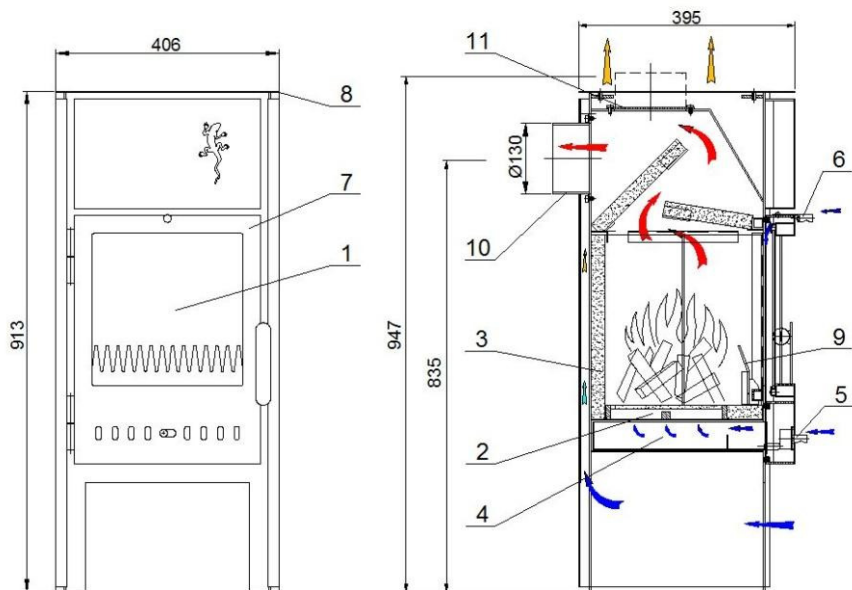

Рис. 1 Vienybė-08, 08N
В печке используется конструкция двойного корпуса, которая обеспечивает безопасное и удобное использование. Воздух втягивается в нижней части корпуса, поднимается вверх и нагревшись, выходит через проемы находящиеся вверху и по бокам. Корпус печки сварен из листового металла и окрашен термостойкой краской. Топка в печке выложена огнеупорной плиткой (вермикулит) 3 (см. рис. 1), которая улучшает горение. В дверцу печки 7 вмонтировано термостойкое стекло, которое позволяет видеть пламя. Первичная подача воздуха регулируется при помощи
Печка должна быть смонтирована таким образом, чтобы не были бы заблокированы заслонки регулирования подачи воздуха 5 и 6 (см. рис. 1).
- изъять подсоединение дымохода 10 (см. рис. 1), отвинтив крепежные болты;
Разжигание. Полностью откройте заслонки первичной и вторичной подачи воздуха 5 и 6(см. рис.1). На дно топки положите два полена маленького размера, оставляя между ними промежуток. В промежуток вложите скомканную бумагу или таблетку твердого топлива, на которую нужно крестообразно положить мелко нарубленные сухие дрова, на них положить дрова средней величины. Бумагу поджечь и после ее возгорания закрыть дверцу. Ручка дверцы может быть горячей, поэтому надо пользоваться защитной рукавицей. Интенсивность горения регулировать при помощи заслонок подачи воздуха.